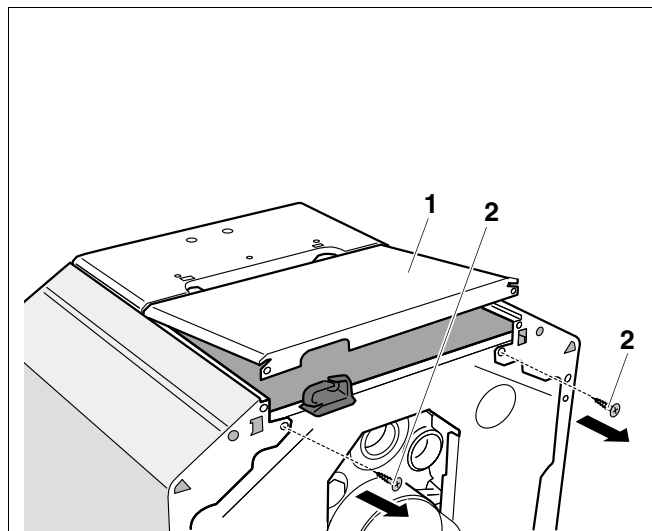

Fig. 23 Afmontering af bageste topplade
- Skru monteringsboltene (fig. 23, **pos. 2**) ud af den bageste topplade (fig. 23, **pos. 1**).
- Løft den bageste topplade lidt (fig. 23, **pos. 1**), og træk den bagud og af.